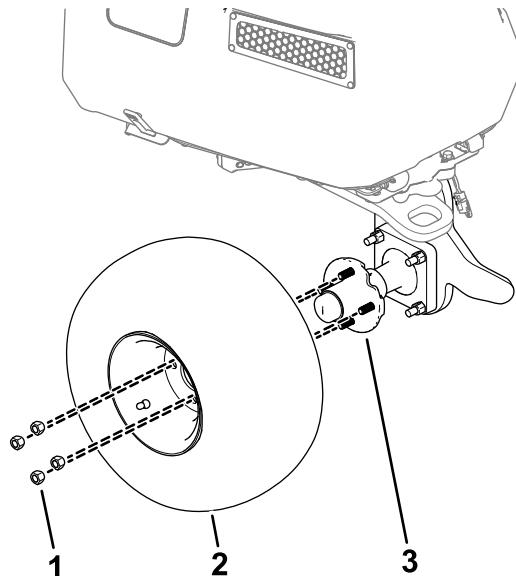

図 1
1. ホイールをホイールハブアセンブリに固定しているラグナット4個を外す図1。
2. ホイールを機体から外す図1。